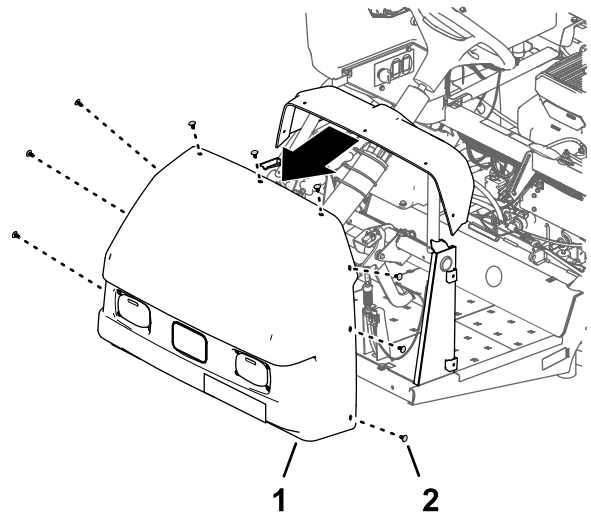

Bild 15
2. Entfernen Sie die neun Eindrückbefestigungen, mit denen die Haube am Armaturenbrett und Rahmen der Maschine befestigt ist (Bild 15).
3. Nehmen Sie die Motorhaube von der Maschine ab (Bild 15).